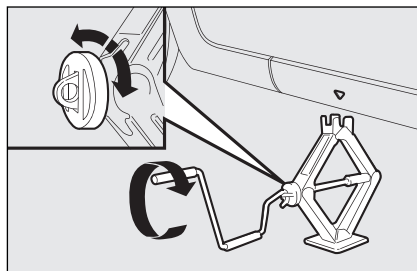
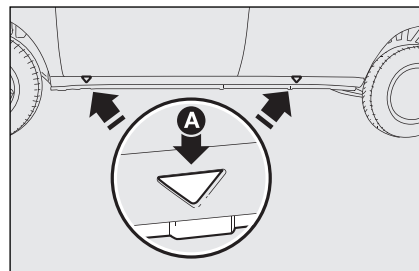

fig. 8
fig. 9
- ☐ draai de slinger van de krik zo, dat hij iets omhoog komt fig. 8 en plaats de krik onder de auto bij de merktekens **A**-fig. 9 dicht bij het te verwisselen wiel.